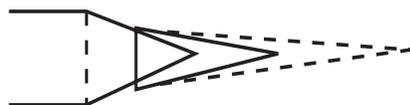

Рис. 1. Оптимальный вид пламени горелки для пайки твердым припоем: 1 — факел пламени, насыщенный газом; 2 — факел ярко синего цвета
3.1.1. Уменьшающееся пламя горелки указывает на избыточное количество газообразного топлива в газовой смеси, которое превышает содержание кислорода (рис. 1). Незначительно уменьшающееся пламя нагревает и очищает поверхность металла для операции пайки быстрее и лучше.